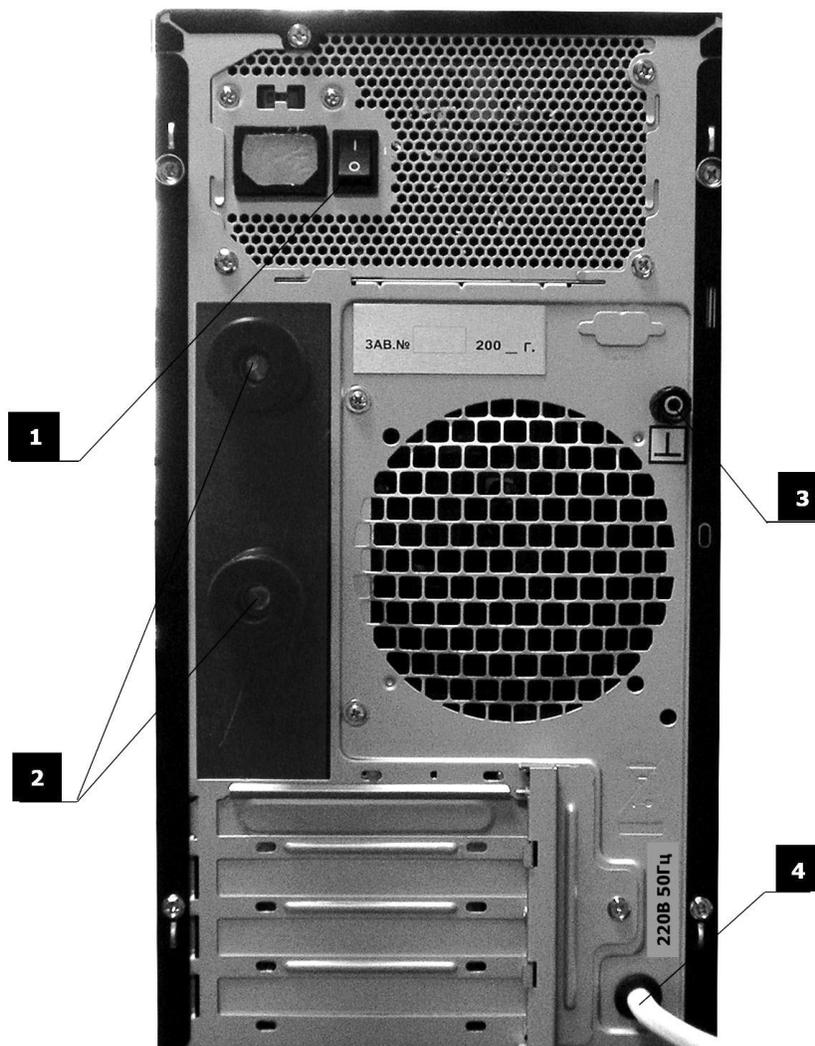

Рис.1. Задняя панель комплекта СИНУС-200
4.3. Расположение разъёмов, клемм и клавиш (рис. 1).